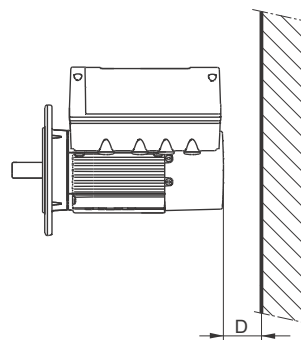

Рис. 1 Минимальное расстояние (D) от электродвигателя до стены или других неподвижных объектов
**Для обеспечения достаточного охлаждения электродвигателя, расстояние (D) между торцом кожуха вентилятора и стеной или другими неподвижными объектами должно составлять минимум 50 мм вне зависимости от размера электродвигателя. См. рис. 1.**